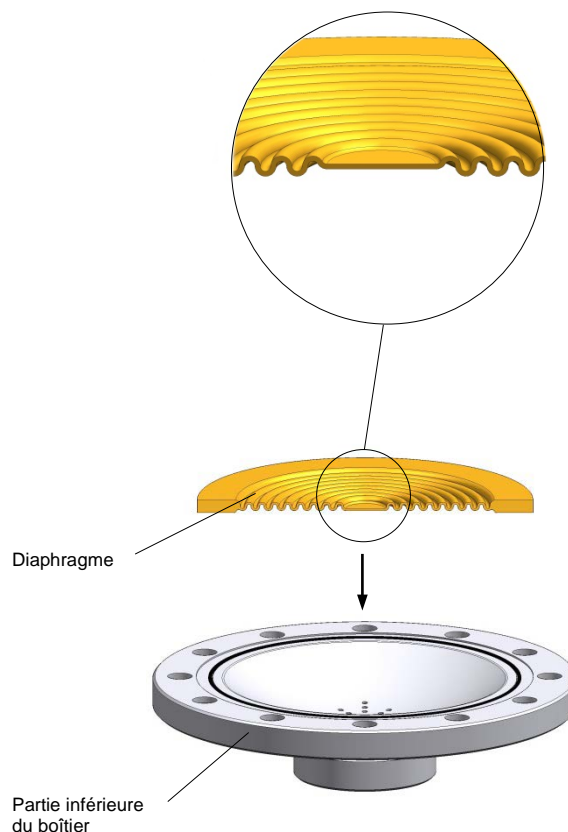

Fig. 30 Remplacement du diaphragme (version 1.4571)
- Placer le nouveau diaphragme avec la partie bombée vers le bas (pour les amortisseurs de pulsations en 1.4571 avec diaphragme à enrobage PTFE) (cf. fig. 30).